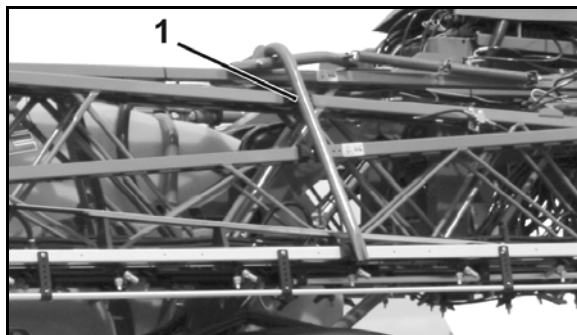

Fig. 9
- Sistem de blocare la transport (Fig. 9/1) la timoneria **Super-L** împotriva deschiderii accidentale prin rabatare